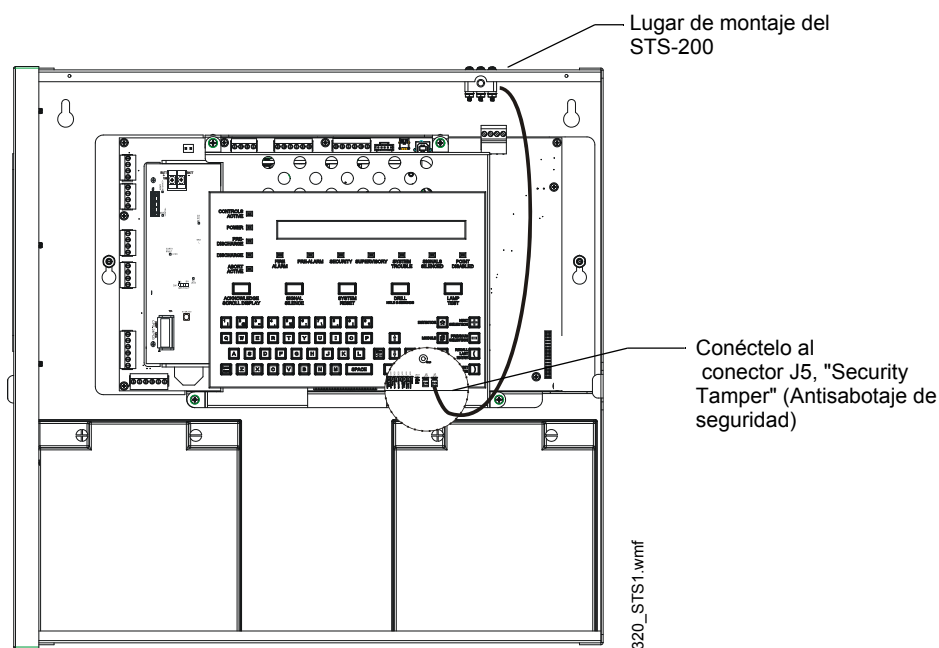

Figura 4.5 Instalación del interruptor antisabotaje de seguridad STS-200
Para conectar un kit de interruptor antisabotaje de seguridad modelo STS-200 al gabinete, consulte la Figura 4.5:
1. Instale el interruptor antisabotaje STS-200 en el lugar que se indica en la Figura 4.5. Introduzca el interruptor a través del orificio y empújelo hasta que encaje en el lugar.
2. Conecte el conector STS-200 al J5 (antisabotaje de seguridad) en el panel de control. (Como se ilustra en la Figura 4.5, el J5 se encuentra en la placa de circuito, debajo del borde de KDM-R2.)